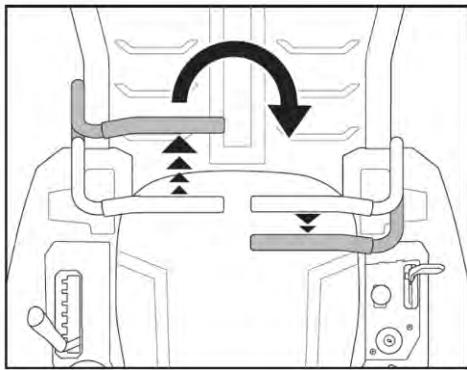

Fig.19A
2. För att vrida medurs, för den vänstra spaken för drivningskontroll framåt samtidigt som den högra spaken för drivningskontroll förs bakåt. (Fig. 19A)